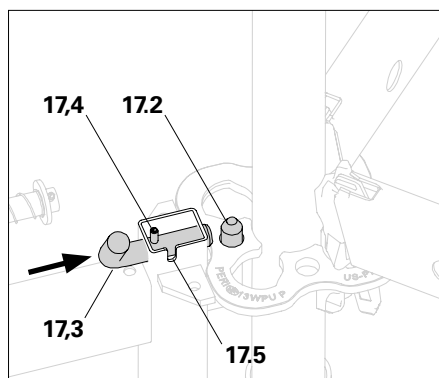

Fig. B.1.04a
2. Inserire e posizionare la chiave di sicurezza (17.3). La spina elastica (17.4) deve agire nella scanalatura (17.5). (Fig. B.1.04a – B.1.04b)